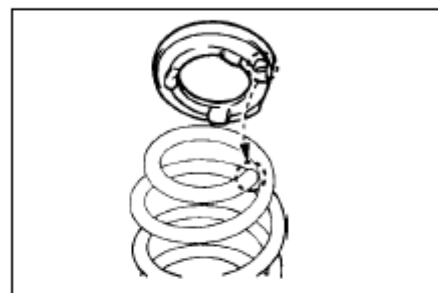

Рис. 208
(1) Установите верхнюю прокладку, зазор должен оказаться справа от витой пружины(рис. 208)
(2) Установите нижнюю прокладку и установите левую пружину на заднюю ось.